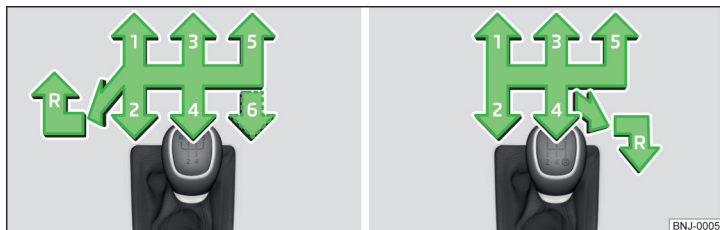

Bild 126 Växlingsschema: Variant 1 (5-växlad resp. 6-växlad låda)/variant 2 (5-växlad låda med 1,0 l MPI-motor)
Växlingsschemat för de olika växellägena visas på växelspaken » bild 126.
- För växelspaken helt åt vänster och sedan framåt till **R**-läget » bild 126.